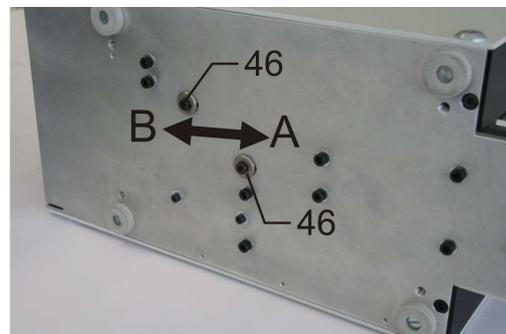

Figure 35. Régler la force de serrage
- Desserrez les vis de fixation (46) de l'aimant (Figure 35).
- Resserrez les vis de fixation (46) (Figure 35).